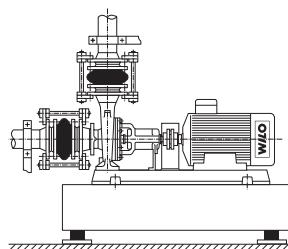

Fig. 9: Pumpe spannungsfrei anschließen
- Die Rohrleitungen dürfen keine Kräfte auf die Pumpe übertragen. Sie sind unmittelbar vor der Pumpe abzufangen und spannungsfrei anzuschließen (siehe Fig. 9).
- Die Ausdehnung der Rohrleitungen bei Temperaturanstieg ist durch geeignete Maßnahmen zu kompensieren (siehe Fig. 9). Luftschlüsse in den Rohrleitungen sind durch entsprechende Installationen zu vermeiden.